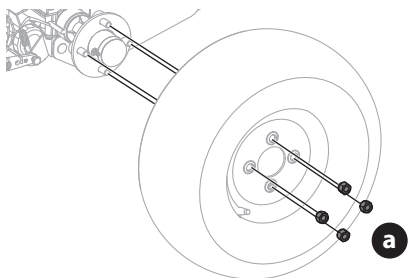

Fig. 35
1. Les pneus au sol, desserrez, mais ne retirez pas les quatre écrous de roue (a) (Fig. 35).
6. Serrez les écrous de roue (a) à 65 à 70 pi-lb (88 à 95 Nm) en les croisant (Fig. 35).